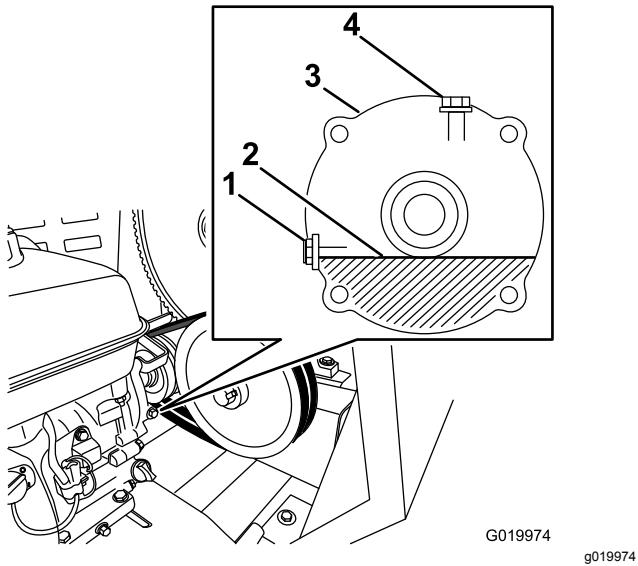

Figura 59
- Localice la caja reductora entre el motor y la polea del motor (Figura 59).
7. Retire el perno y la arandela de comprobación del nivel de aceite del orificio de nivel de aceite (**Figura 59**).
- A. Retire el perno y la arandela de llenado del orificio de llenado situado encima de la caja reductora (**Figura 59**).
- C. Instale el perno de llenado y la arandela en el orificio de llenado de la caja reductora, y apriete el perno de llenado (**Figura 59**).
8. Cuando el aceite esté al nivel de las roscas de la parte inferior del orificio de nivel de aceite, instale el perno y la arandela de comprobación del nivel de aceite en el orificio y apriete el perno (**Figura 59**).
11. Vierta lentamente aceite del tipo especificado en el orificio de llenado hasta que el nivel de aceite llegue a las roscas de la parte inferior del orificio de nivel de aceite (Figura 59).